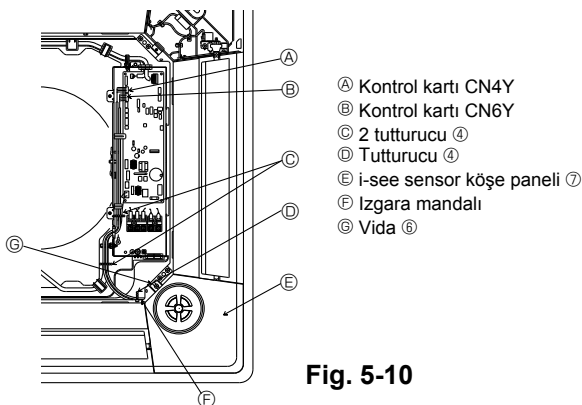

Fig. 5-10
① Ana ünitenin soğutucu borusu
② Ana ünitenin drenaj borusu
③ Köşe panelinin fabrikadan sevkedildiğindeki konumu (logo takılı).
④ Hava giriş izgarasının kollarının fabrikadan sevkedildiğindeki konumu.
⑤ i-see sensor (Yalnız PLP-6BAE Paneli)
5.6. i-see sensor köşe panelinin takılması (Fig. 5-10)